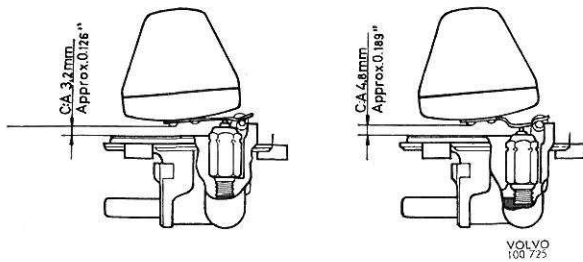

Fig. 22. Vérification du niveau du flotteur.
5. Vérifier et fixer le pointeau du flotteur (voir fig. 22). Monter le flotteur et le couvercle de la cuve. Fixer la cuve à niveau constant et le conduit sur le gicleur.